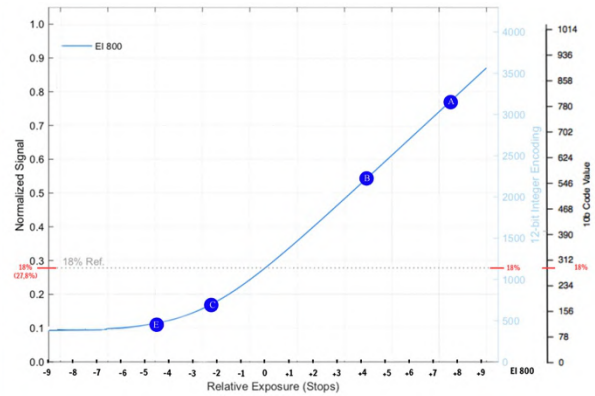

Figura 82. Alexa 35 4.6K 16:9 4608x2592 Arriraw HDE. EI800. ND 0.6 OBT 172.6 6500K. Textura K445 Default LogC4 a Rec 709. Lente Signature 25mm T 5.6 2/3
En la figura 82 tenemos a nuestras dos modelos, una cerca de la ventana y otra más en penumbra detrás de ella. El valor más alto corresponde a la pared blanca iluminada directamente por el sol, este valor está a 8 stops por encima del gris medio (A), la parte más oscura (E) está a $-4 \frac{1}{2}$ por debajo del gris, es decir, la cámara está cubriendo un rango en la escena aproximado de 13 stops, y en todas partes hay suficiente detalle, la textura de las paredes blancas es extraordinaria, así como el detalle en las sombras de las caras y de la modelo en la parte trasera del fotograma. A eso $-4 \frac{1}{2}$ tenemos toda la textura en la camiseta de la modelo, sin un ruido apreciable.